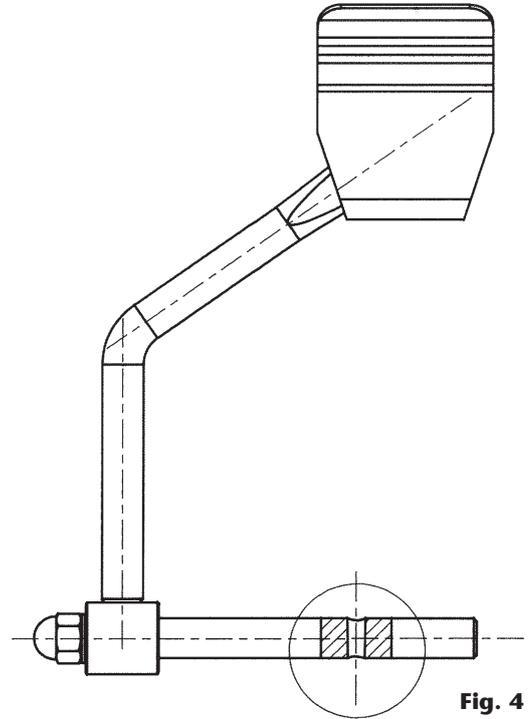

Fig. 4
6. Remove the cap nut and separate the axe from the pedal. Replace the axe in a way that the pin bearing is in line with the pedal and the smaller diameter side of the said conical hole situated on the opposite side of the pedal (fig 4).
6. Remplacer l'axe de façon à ce que le siège de la goupille soit en ligne avec la pédale et l'extrémité avec le plus petit diamètre de ce trou conique situé sur le côté opposé à la pédale (fig. 4).
6. Substituir o eixo de forma que o encaixe da cupilha fique alinhado com o pedal e com a extremidade de diâmetro menor do orifício cônico, fique de lado oposto ao pedal (fig. 4).
6. Sustituya el eje de forma que el alojamiento del pasador quede alineado con el pedal y con el extremo de menor diámetro de dicho taladro cónico situado en el lado opuesto al pedal (fig. 4).
6. Richten Sie die neue Welle so aus, dass die Stift-Bohrung mit dem Pedal fluchtet und dass sich die Seite der Welle mit dem kleineren Durchmesser der konischen Stift-Bohrung auf der gegenüberliegenden Seite des Pedals (Abb. 4) befindet.